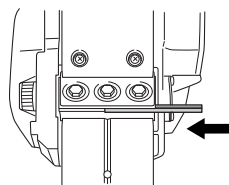

Fig. 17
- (2) Como se muestra en la Fig. 17, monte la nueva cuchilla de carburo deslizándola en la placa de ajuste (B) de forma que la punta de la misma sobresalga 1 mm del extremo del bloque del cortador.